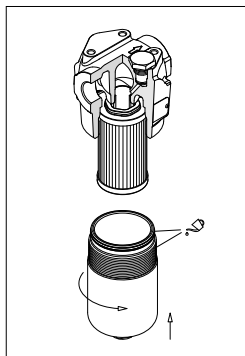

fig. 13
- (Fig. 13) Lubrificare il filetto e l'O-Ring del contenitore, quindi avvitare il contenitore facendo riferimento alla tabella delle coppie di serraggio al paragrafo 3